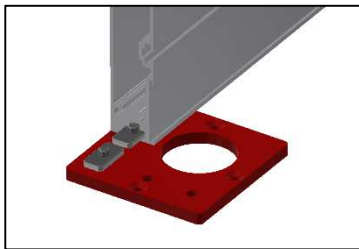

Abbildung 32
- » Die vormontierten Stützenendkappen Oben (siehe Absatz 2.4.5) mit den Nutensteinen (10) in die Kammer auf der Unterseite der Längsprofile einschieben (Abbildung 32) und mit Zylinderschraube (8) befestigen